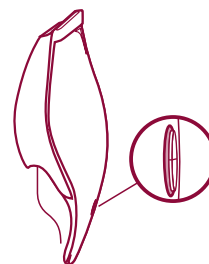

Fig. 6
- Se l'apparecchio è posizionato correttamente, la spia attorno ai pulsanti diventa rossa. (fig. 6)